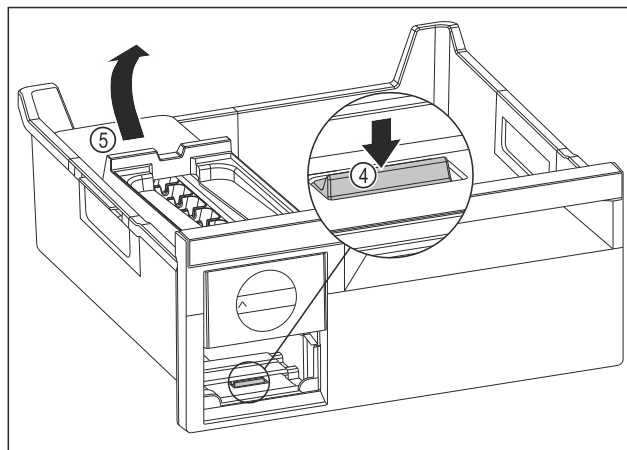

Fig. 76
- ▶ Retirer le corps de l'EasyTwist-Ice : Avec le doigt, pousser la languette Fig. 76 (4) vers le bas tout en soulevant de l'autre main le corps de l'EasyTwist-Ice Fig. 76 (5) depuis l'arrière.